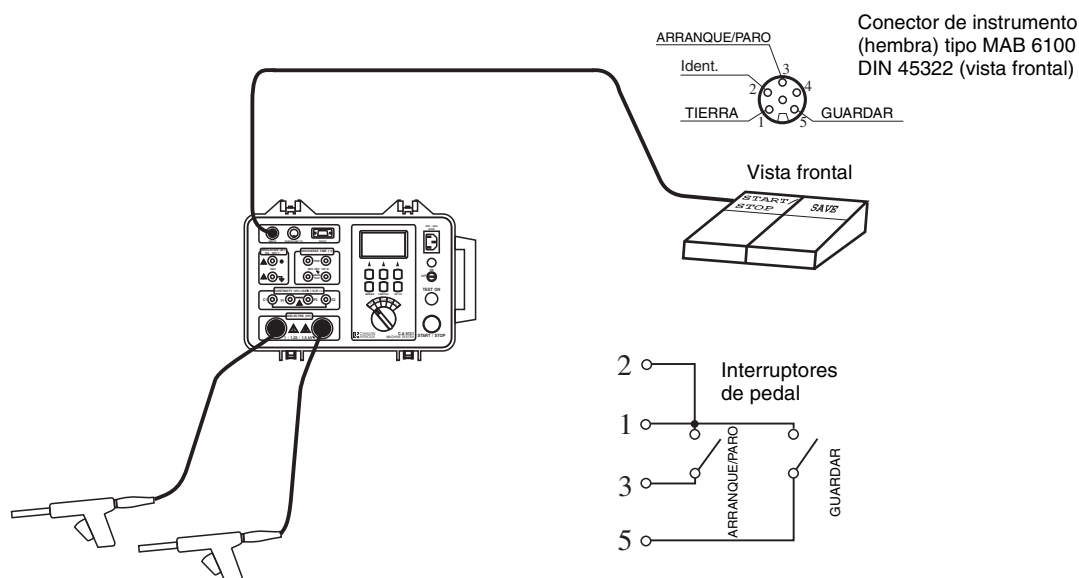

Fig.41. Conexión de pedal de control remoto a C.A 6121 COMPROBADOR DE MAQUINARIA ELECTRICA
1. Conectar el pedal de CONTROL REMOTO al instrumento, tal y como se muestra en la fig. 41.